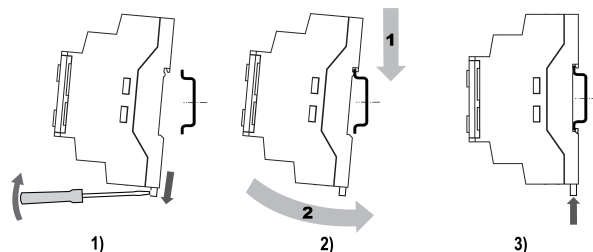

Рисунок 1 – Монтаж и демонтаж прибора
2. Вставив отвертку в проушину, оттянуть защелку (см. *рисунок 1*, 1). Прибор установить на DIN-рейку.
3. Прибор прижать к DIN-рейке (см. *рисунок 1*, 2, стрелки 1 и 2). Отверткой вернуть защелку в исходное положение.